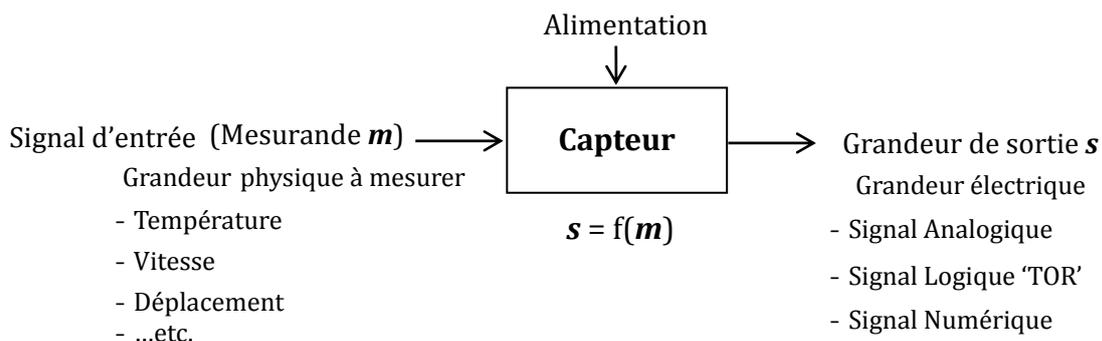

Fig. 5.1 Synoptique d'un capteur
**5.1.1 Capteur (en anglais, *Sensor*) :** Organe (*transducteur*) qui transforme la grandeur physique à mesurer en une grandeur (souvent de nature électrique) utilisable ou bien exploitable à des fins de mesure ou de commande (Fig. 5.1).